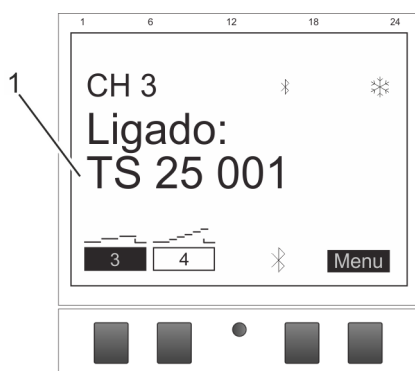

Fig. 10: A extensão de canal está ligada ao temporizador do distribuidor
6. Com a ligação ativa, a extensão de canal apresenta o nome do dispositivo conectado (Fig. 10/1).